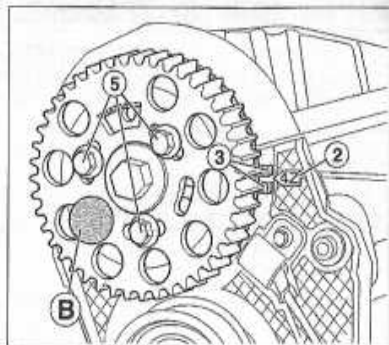

FIGURE 1-10
- Immobiliser l'arbre à cames à l'aide de la pige de calage (B) VAG T20102 ($\varnothing 6 \times 55$ mm). Dans cette position le repère (2) (flèche) situé sur le carter arrière de distribution doit être aligné face aux ergots de la cible du moyeu d'arbre à cames (3) (figure 1-10).
- Desserrer les vis de fixation (5) (figure 1-10) de la roue dentée d'arbre à cames, jusqu'à ce que l'on puisse tourner la roue dentée dans ses trous oblongs.